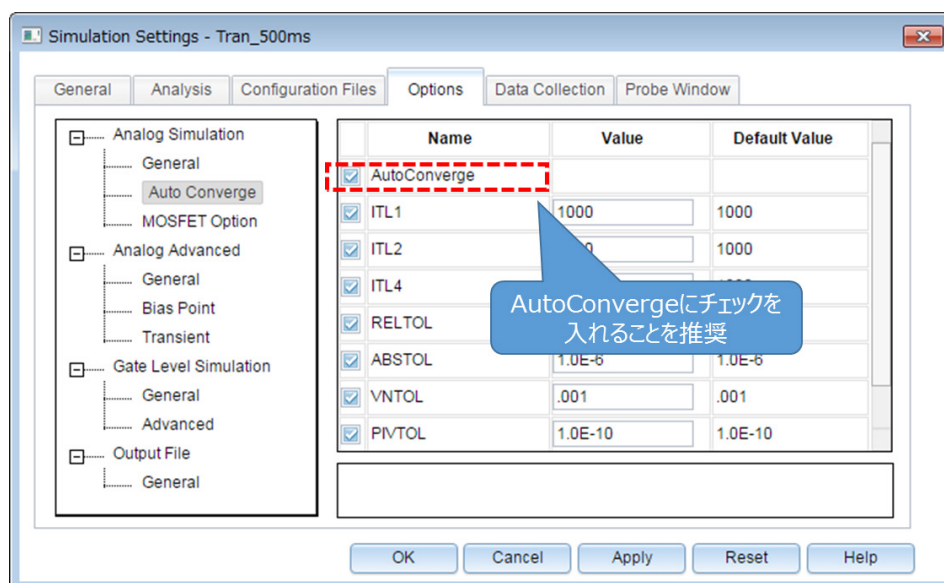

図 5.4 「Simulation Settings」-「Options」画面
- (3) 「Options」タブにて解析オプションの設定を行います。本モデルでのシミュレーションにおいては、「Analog Simulation」-「Auto Converge」-「AutoConverge」にチェックを入れ、自動収束機能を有効にすることを推奨します。(図 5.4)